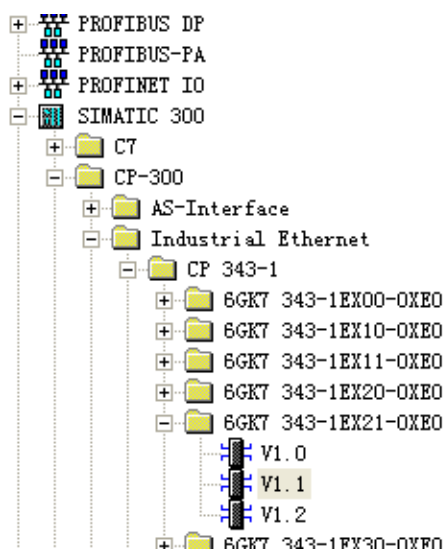

图 1.1.8
(8)、左键单击支架的第四行，然后在右侧选项中找到 CP 343 模块。如图 1.1.8 所示。